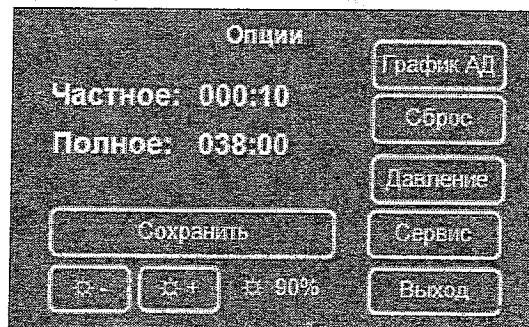

Рисунок 8. Окно опций.
2.4.2 Для установки режима измерения давления, необходимо в окне Опции (см. Рисунок 8) активизировать кнопку Давление. При этом будет раскрыто окно установки параметров измерения давления.